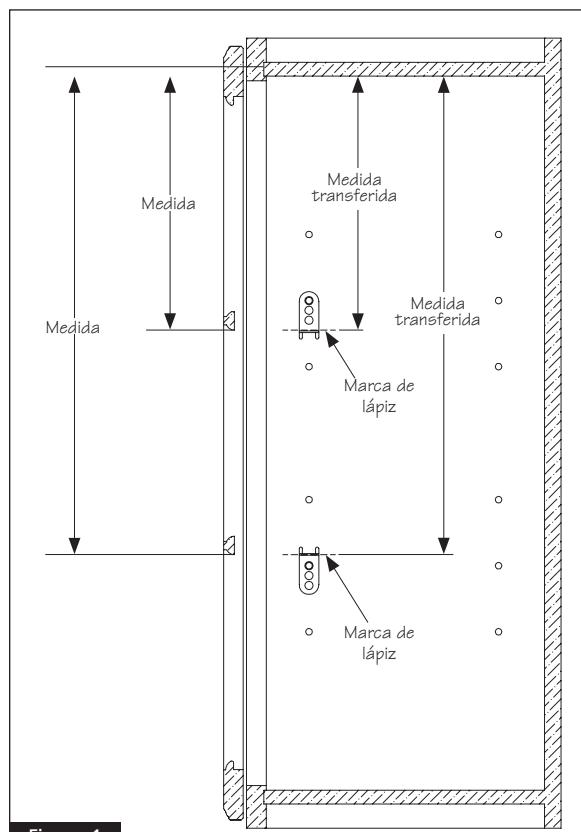

Figura 1
- 2 Mida hacia abajo desde el interior de la parte superior del gabinete hasta la parte inferior de las rejillas de las puertas con entrepaño, como se muestra en la figura 1. Transfiera la distancia desde el interior de la parte superior del gabinete, alineada con los orificios de los sujetadores de repisa en el panel lateral, marcándola con un lápiz como se muestra en la figura 1.
- 4 Si la marca del lápiz se encuentra sobre o bajo un orificio de un sujetador de repisa, es necesario colocar un soporte de repisa ajustable en dicha ubicación. Sostenga la superficie plana de un soporte de repisa ajustable junto a la marca del lápiz, gire y mueva el soporte de repisa ajustable hasta que uno de los orificios para los tornillos quede cerca de un orificio de un sujetador de repisa en el panel lateral, como se muestra en la figura 1.
- 5 **NOTA:** Los soportes de repisa ajustables con entrepaño se pueden instalar de manera invertida para lograr la ubicación deseada, como se muestra en la parte inferior de la Figura 1.